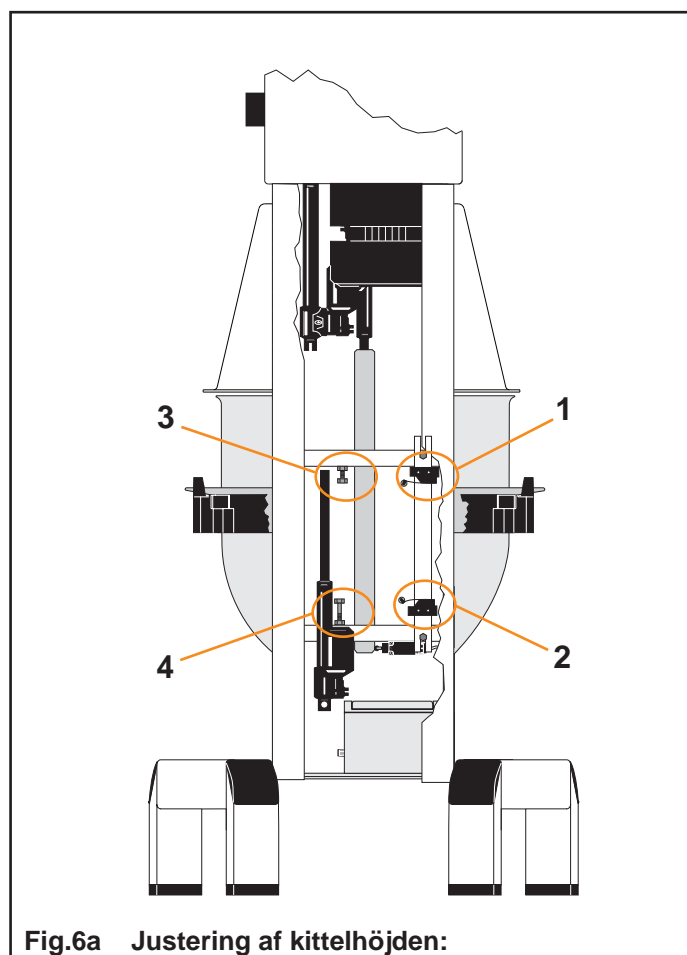

Fig.6a Justering af kittelhöjden:
Kittelns högsta och lägsta position bestäms med mikrobrytare (1) och (2), (fig.6a). De mekaniska stoppen bestående av skruv (3) och (4) är inställda på så sätt, att de träffas ca 1 mm efter att mikrobrytaren träffas, om denna skulle utebli. Kittelarmarnas högsta position justeras genom att bocka fjäderarmen på mikrobrytare (2), antingen framåt, eller bakåt; det är mycket viktigt att stoppskruven (3) inställs efteråt. På samma sätt ställs den lägsta positionen in genom att böja fjäderarmen på mikrobrytare (2). **OBS:** fjäderarmen får inte böjas så långt bak, att kittelarmarna inte nås. Efteråt inställs mekaniskt stopp (4).